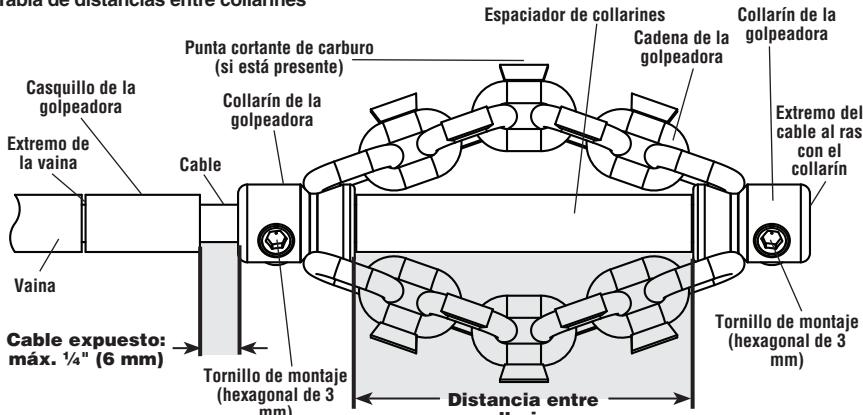

Figura 7 – Instalación y ajuste de la golpeadora de cadenas
2. La Figura 7 muestra un dibujo que indica cómo hacer correctamente la instalación y ajuste de las golpeadoras de cadenas. Hay dos mediciones claves para la instalación y ajuste de las golpeadoras de cadenas.
- Haga un ajuste de prueba de la golpeadora de cadenas, casquillo de la golpeadora y espaciador de collarines, como se muestra en la Figura 7. Las cadenas deben estar derechas. No debe ensamblar las partes si las cadenas están retorcidas. Para prevenir un desgaste excesivo del extremo del cable, la punta del cable debe estar al ras con el extremo del collarín.
- Una vez que la golpeadora de cadenas esté correctamente instalada sobre el cable como se muestra en la Figura 7, apriete bien los tornillos de montaje, con una llave hexagonal que se suministra. Si los tornillos de montaje no están bien apretados, se podría resbalar la golpeadora de cadenas y dañar el cable o perderse por el desagüe.